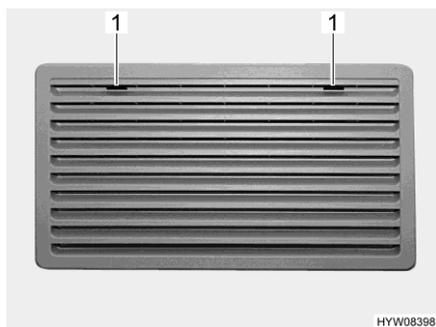
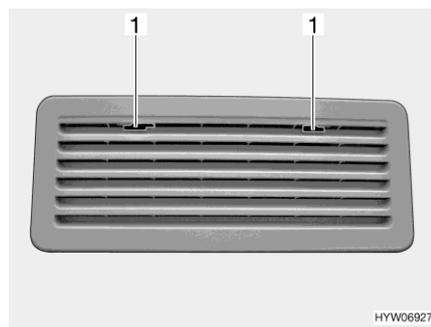

Fig. 237 Grille d'aération du réfrigérateur (Thetford, grande)
Fig. 238 Grille d'aération du réfrigérateur (Thetford petit)
- Pousser le dispositif de blocage (Fig. 237,1 ou Fig. 238,1) vers le milieu.